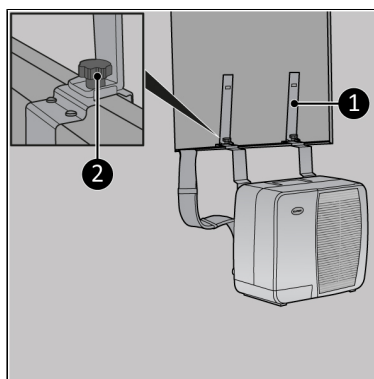

Figure 57.
1. Fixez les supports supérieurs pour caravane (Figure 57, pos. 1) aux supports inférieurs en serrant le capuchon de vis de chaque support (Figure 57, pos. 2).